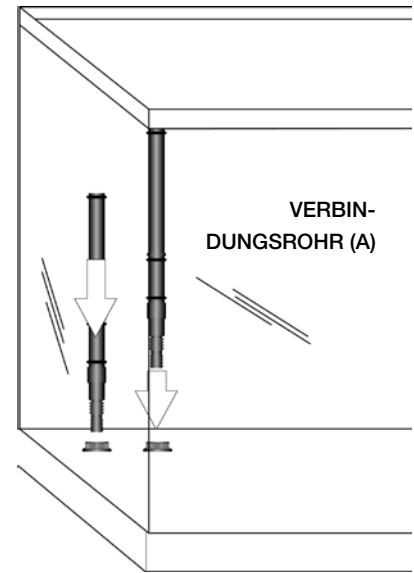

ABB. 1
1. Schieben Sie das Verbindungsrohr (A) bis zum Anschlag durch die Öffnung (O) (ABB. 1)
1. Schieben Sie das zweite Verbindungsrohr (A) bis zum Anschlag durch die Öffnung (I) (ABB. 1).